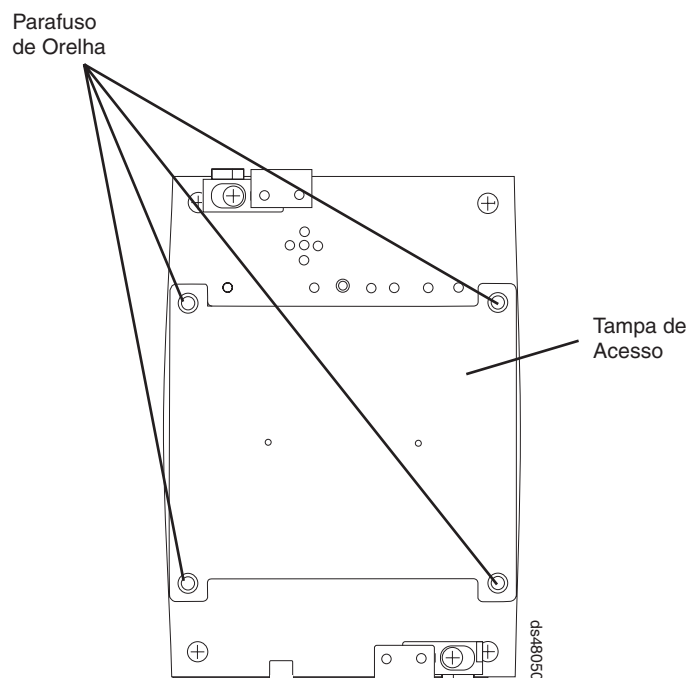

Figura 122. Tampa de Acesso à Bateria na Unidade de Interconexão de Baterias
7. Remova a tampa de acesso à bateria da parte frontal da unidade de interconexão de baterias removendo os parafusos de aperto manual que prendem a tampa no componente. A Figura 122 na página 207 mostra a tampa de acesso e os parafusos de montagem na unidade de interconexão de baterias.